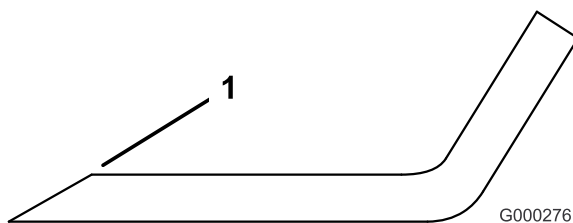

Figure 90
3. Examinez les tranchants de toutes les lames et aiguissez-les s'ils sont émoussés ou ébréchés (Figure 90).
Remarque: N'aiguissez que le haut du tranchant et conservez l'angle de coupe d'origine pour obtenir une coupe nette (Figure 90). Limez la même quantité de métal sur chacun des deux tranchants pour ne pas déséquilibrer la lame.